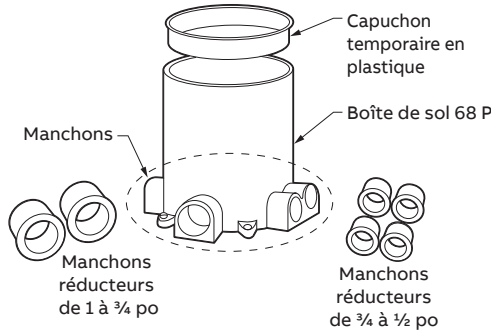

Figure A.1 - Boîte de sol 68 P
- Capuchon temporaire en plastique pour la boîte, voir figure A.1 - Quantité = 1